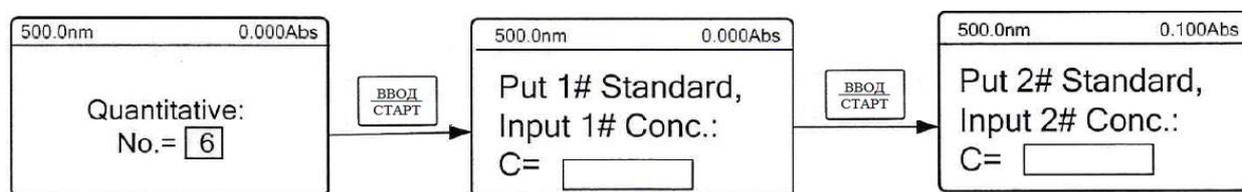

Рисунок 12. Окно ввода значений концентраций стандартных образцов
2.4.2.4. На дисплее отобразится окно для ввода концентраций стандартных образцов (рис. 12). Установите «холостую» пробу в дальнюю от пользователя ячейку, а стандартный раствор в одну из свободных ячеек. Расположите на пути